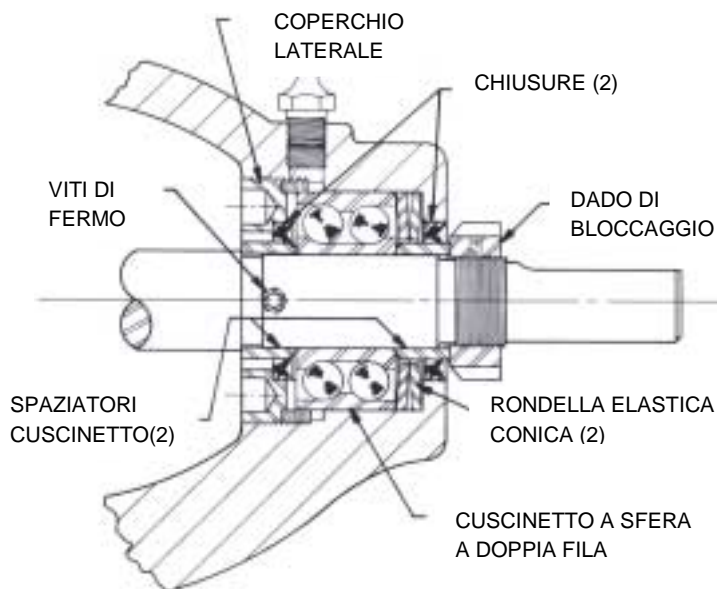

FIGURA 7
8. Per rimuovere le parti del cuscinetto reggispinta, Figura 7, allentare per prima cosa la vite che blocca il coperchio laterale. Rimuovere quindi il coperchio laterale consentendo la rimozione del cuscinetto a sfera e la rondella elastica conica. I cuscinetti devono essere completamente lavati ed esaminati. Se dovesse esserci evidenza di usura o danneggiamento si andrebbe utilizzato un cuscinetto nuovo.
Esaminare le chiusure del supporto e del coperchio. Queste chiusure sono molto importanti nel montaggio e devono essere sostituite se non sono in condizioni più che ottime. Costituiscono praticamente una tenuta fatta di grasso per il cuscinetto a sfera ed agiscono anche da schermo per evitare che polvere o particelle abrasive possano entrare nel cuscinetto. Quando si installano nuove chiusure, assicurarsi che siano montate con le labbra di fronte come mostrato in Figura 7.